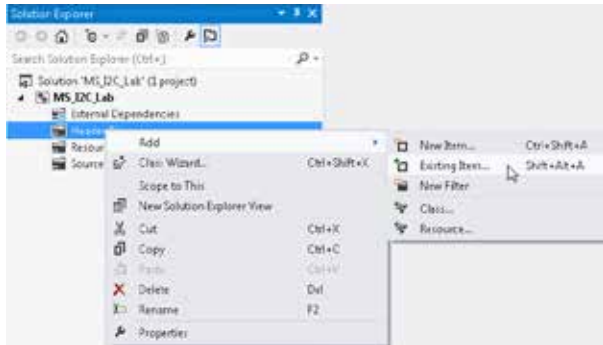
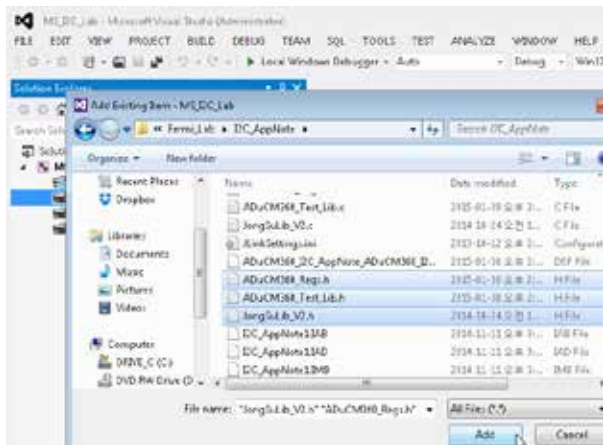

图20. 添加样本文件
图21. 添加现有项目
3. 如图20和图21所示，将所有样本文件和现有项目添加到该项目中。